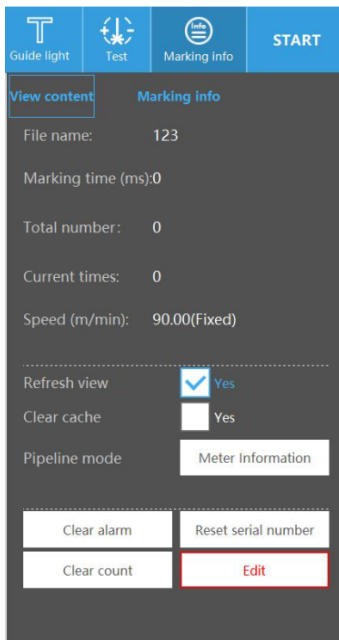
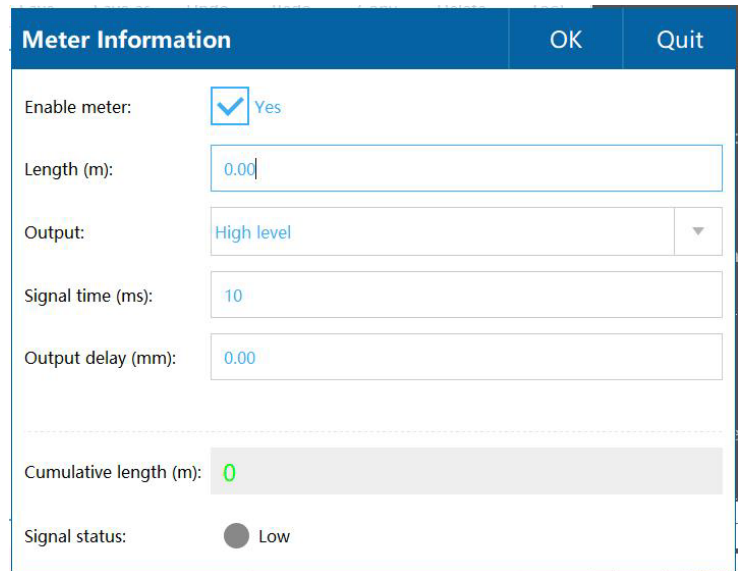

Рисунок 4-30
Рисунок 4-31
4. Нажмите кнопку «Информация о кодировании» в правом верхнем углу экрана. Откроется окно информации счетчика (см. рис. 4-30), затем перейдите в интерфейс настройки функции счетчика (см. рис. 4-31).